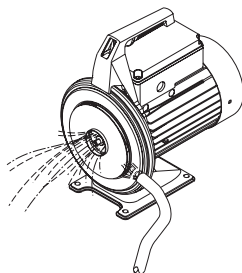

Рис. 10 Очистка рабочего колеса
7. Проверить, нет ли грязи на рабочем колесе (поз. 49). При необходимости очистить рабочее колесо с помощью щётки или струи воды под напором (см. рис. 10).